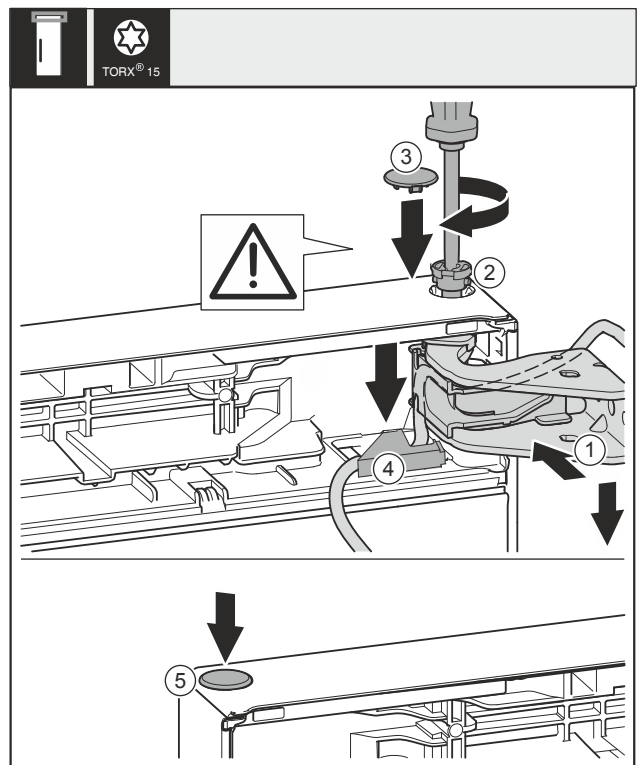

Fig. 45
- ▶ Tür oben zur Öffnung im Lagerbock Fig. 45 (1) ausrichten.
- ▶ Bolzen Fig. 45 (2) einsetzen und mit Schraubendreher festschrauben.
- ▶ Sicherungsabdeckung zur Sicherung der Tür montieren: Sicherungsabdeckung Fig. 45 (3) einsetzen und kontrollieren ob sie auf der Tür aufliegt. Ansonsten Bolzen vollständig einsetzen.
- ▶ Abdeckung Fig. 45 (4) einsetzen und nach unten drücken bis sie einrastet.
- ▶ Stopfen Fig. 45 (5) einsetzen.